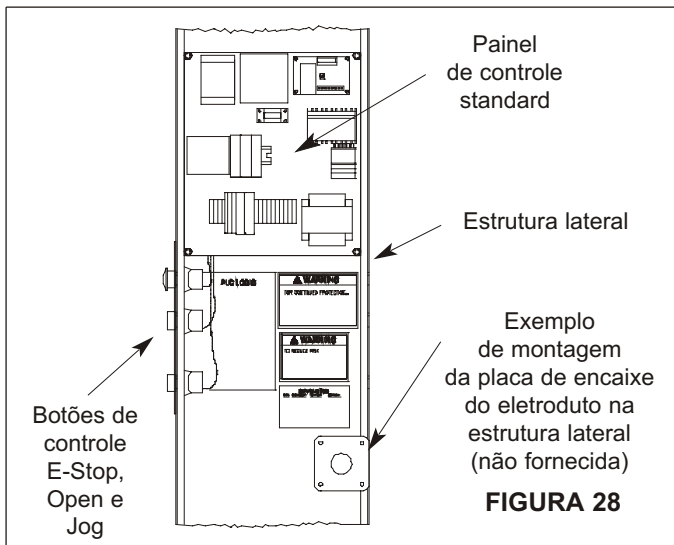

FIGURA 28
3. Os cabos com os conectores em uma extremidade são fornecidos para o motor, o freio, chaves fim de curso e as fotocélulas e deverão ser conectados à caixa de controle. Os cabos serão embutidos no eletroduto flexível. Abraçadeiras para os eletrodutos são fornecidas na estrutura lateral, **figura 28**.